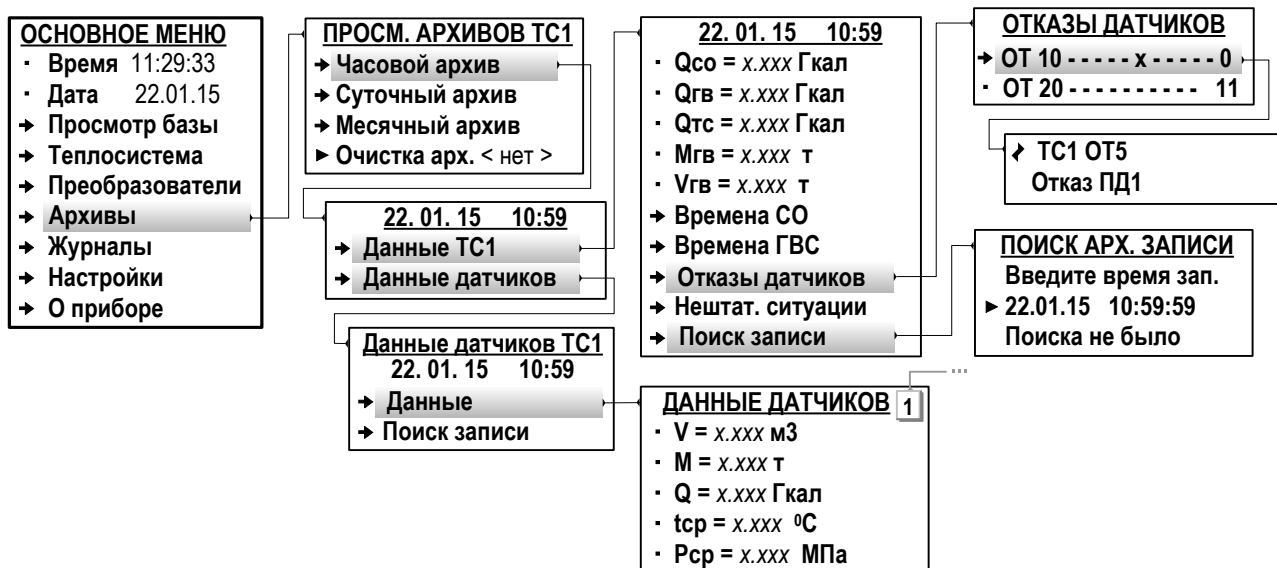

Рис.43. Вид окон индикации меню «Архивы» (режим СЕРВИС).
8.2.1. Результаты измерений и вычислений за определенный период времени работы тепловычислителя сохраняются во внутренних архивах (табл.3). Доступ ко всем архивным данным возможен только по интерфейсу. Доступ к основным архивным данным возможен из меню **Архивы**, вид которого показан на рис.43.
8.2.6. Для удобства просмотра архивных данных в ТВ предусмотрена функция **Поиск записи**. «Время записи», необходимое для начала поиска, вводятся в окне индикации **ПОИСК АРХ. ЗАПИСИ** (рис.43). В зависимости от вида просматриваемого архива параметру **Введите время зап.** (Введите время записи) необходимо назначить:
8.2.7. Очистка содержимого архивов выполняется в меню **Архивы** (рис.43) в режиме СЕРВИС. В окне индикации **ПРОСМ. АРХИВОВ ТС1 (ТС2)** для параметра **Очистка арх.** следует устано-